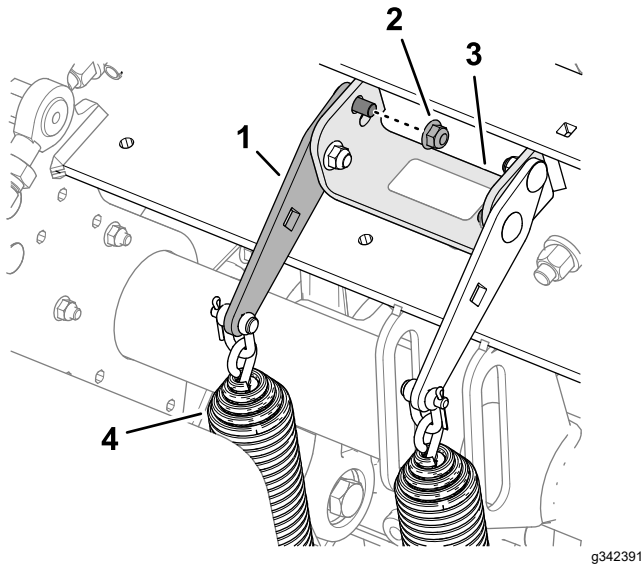

图 109
2. 旋松将弹簧张力板固定至打孔头支撑托架的前凸缘锁紧螺母和托架螺栓图 109。